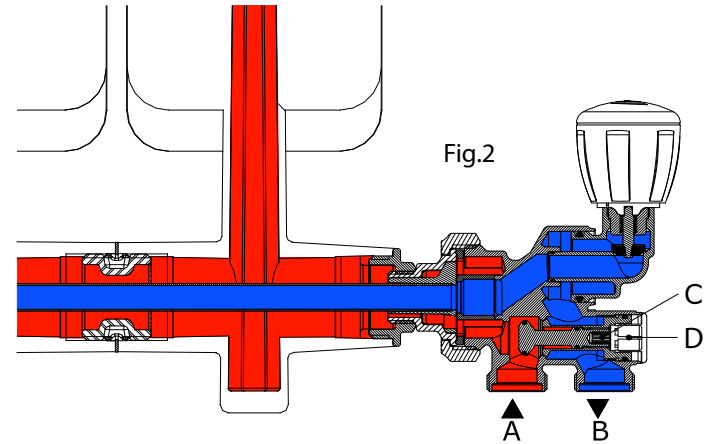

Fig.2
- 2- Ввинтите патрубок (рис. 2) на радиаторное соединение.